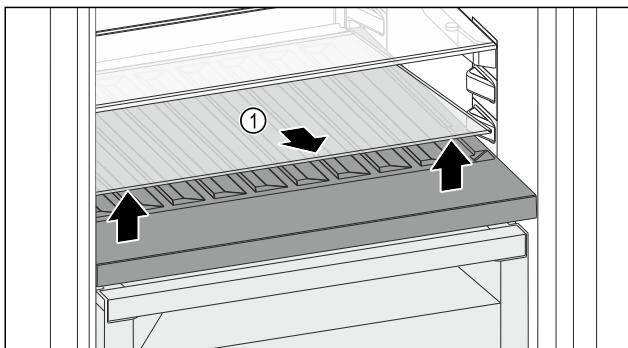

Fig. 86
- Glasplatte Fig. 86 (1) an der Aussparung vorne anheben und herausnehmen.
- Glasplatte Fig. 86 (1) außerhalb des Geräts sicher aufbewahren.